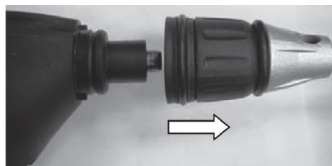

Рис. 2
1. Снимите патрон, потянув его от шуруповерта (рис. 2).